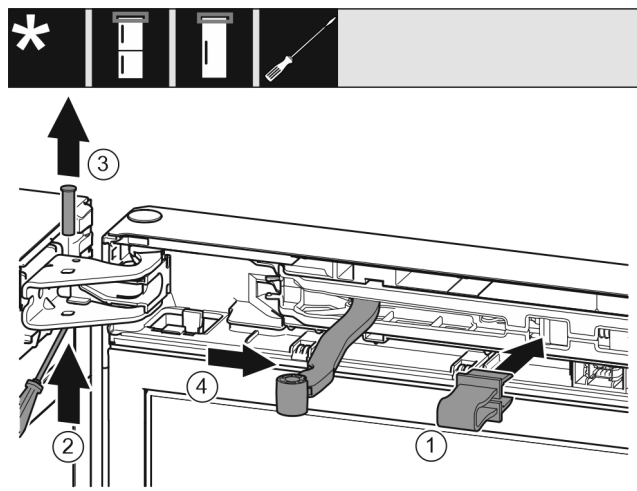

Fig. 9
- ▶ Uglavite osigurač Fig. 9 (1) u otvor.
- ▶ Izgurajte svornjak Fig. 9 (2).
- ▶ Izvadite svornjak Fig. 9 (3) prema gore.
- ▶ Okrenite zglob Fig. 9 (4) u smjeru vrata.